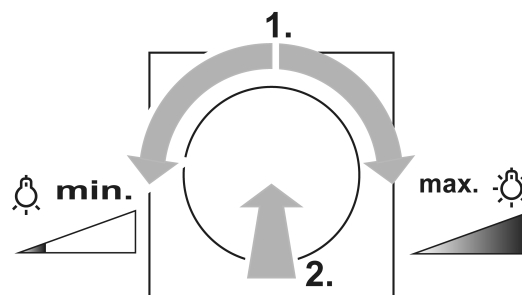

Figura 2: Accensione con luminosità minima o massima
- Ruotare la manopola per un quarto di giro e poi premere brevemente la manopola: la luce si accende con luminosità minima o luminosità massima (Figura 2).